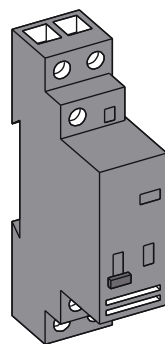

fig. 16.11
■ **Le télerupteur** (fig. 16.11) : dispositif permettant de commander l'allumage et l'extinction d'un point lumineux depuis plusieurs endroits différents, à partir de boutons poussoirs.